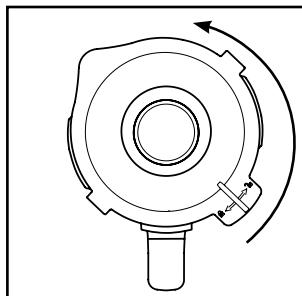

Fig. 1
- 1) Rimuovere l'inserto mixer ③ sollevandolo in verticale dal blocco motore ⑥.
- 2) Rimuovere il coperchio ②, ruotandolo in senso antiorario in direzione della posizione (vedere Fig. 1), fino a poterlo estrarre verso l'alto.
- 3) Riempire l'inserto mixer ③ almeno fino alla tacchetta inferiore della scala graduata ⑧ e non oltre il segno MAX. Per risultati ottimali si consigliano le seguenti quantità di riempimento massime: